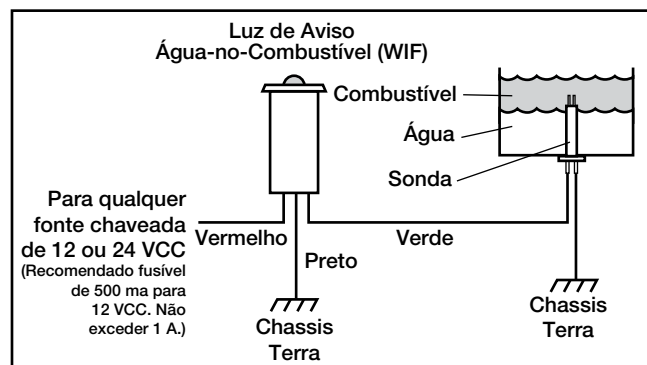

Figura 5 – Fiação de WIF
- Posicione uma fonte de alimentação de 12 VCC ou 24 VCC. Lance um fio vermelho da fonte de alimentação para o fio vermelho no LED WIF. Adicione um fusível de 1 A in-line (não incluído). (Veja a Figura 5).